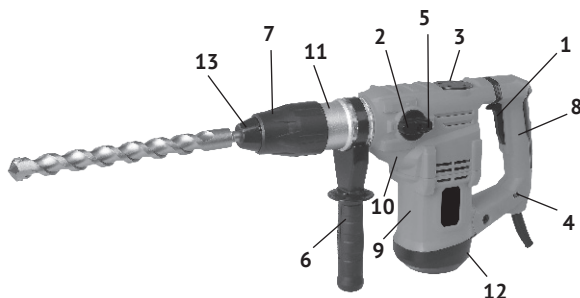

рис. 1
1.3 Перфоратор состоит из вертикально расположенного коллекторного двигателя в пластиковом корпусе (рис.1 поз.9) и металлического редуктора с кривошипно-шатунным механизмом, закрытых пластиковым корпусом (рис.1 поз.10). Крутящий момент с якоря электродвигателя через систему шестерён, передаётся на вал с патроном SDS – max (рис.1 поз.7), расположенный перпендикулярно оси двигателя. Кривошипно-шатунный механизм приводит в действие ударный узел перфоратора. В нижней части рукоятки находится индикатор сети (рис.1 поз.4).
В зависимости от вида выполняемой работы, в патрон SDS – max вставляется необходимая насадка (пика, долото, сверло) с соответствующим хвостовиком. Дополнительная рукоятка (рис.1 поз.6) хомутом крепится на корпусе ствола (рис.1 поз.11). Фиксируется, закручиванием рукоятки по часовой стрелке, в любом положении (от 0° до 360°), что удобно пользователю, как «правше», так и «левше».
1.4 Клавиша выключателя (рис.1 поз.1) расположена в передней части рукоятки, крепящейся: к корпусу двигателя – нижней частью и к корпусу редуктора – верхней частью. Включение/отключение инструмента осуществляется нажатием/отпуском
Сверху, на корпусе редуктора расположено окно смазки редуктора, закрытое крышкой (рис.1 поз.3). Перед каждым использованием инструмента, ключом (входит в комплект поставки) отвернуть крышку, проверить наличие смазки на кривошипно-шатунном механизме, при необходимости добавить из ёмкости, входящей в комплект.
Слева на корпусе редуктора расположен переключатель режимов работы (рис.1 поз.2). Он фиксируется в одном из трёх положений, отмеченных символами: «сверло с молотком» - сверление с ударом, «молоток» - долбление (без вращения) и символ «кружок» - стопор ствола. Нажав фиксатор (рис.1 поз.5) в торце ручки переключателя, поворотом ручки со стрелкой, совместить с нужным символом. Достигнув нужного положения, фиксатор возвращается в исходное положение, закрепляя ручку в выбранном положении.
Общий вид перфоратора представлен на рис. 1
При замене рабочих насадок следите за тем, чтобы колпачок (рис.1 поз.13), защищающий патрон от попадания пыли, не был повреждён.
- установить хомут на цилиндрическую часть корпуса ствола (рис.1 поз.11);
- при работе в режиме сверление с ударом, переключатель (рис.1 поз.2) в положении «сверло с молотком»;
- при работе в режиме долбление, переключатель (рис.1 поз.2) в положении «молоток».
- при замене насадок в патроне переключатель (рис.1 поз.2) в положение «кружок»
3.2 Для замены щёток необходимо открутить крышку корпуса двигателя (рис.1 поз.12). Щётки следует заменять парой для обеспечения равной степени их давления на коллектор якоря.